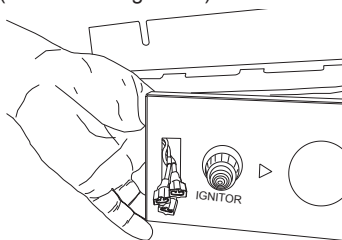

Figura 33 - Insertar los cables del interruptor oscilante (orificio ubicación varía según el modelo)
17. Inserte el AUTO, OFF, conectores MAN a través del agujero interruptor oscilante en el lado izquierdo del panel de control (consulte la Figura 33).